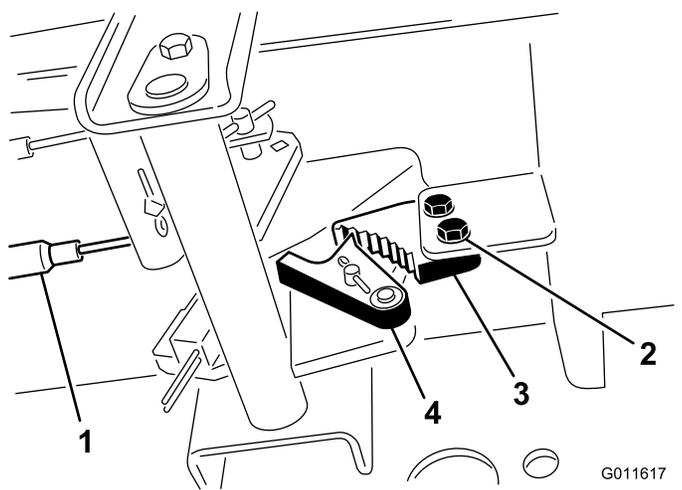

图36
1. 松开将驻车刹车闸固定到机架的 2 个螺钉图36。
2. 向前踩驻车刹车踏板直到刹车卡槽完全接合刹车闸图36。